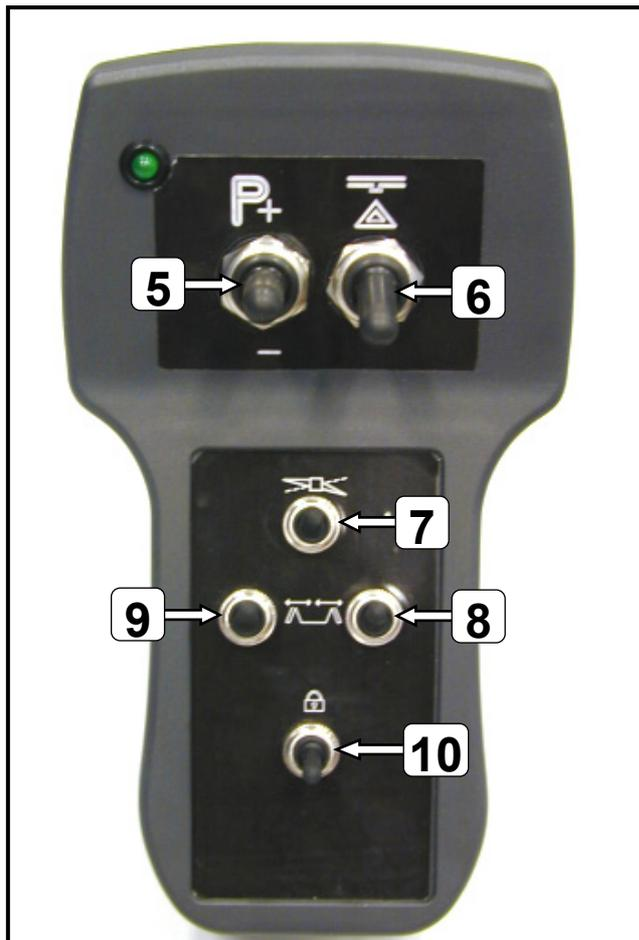
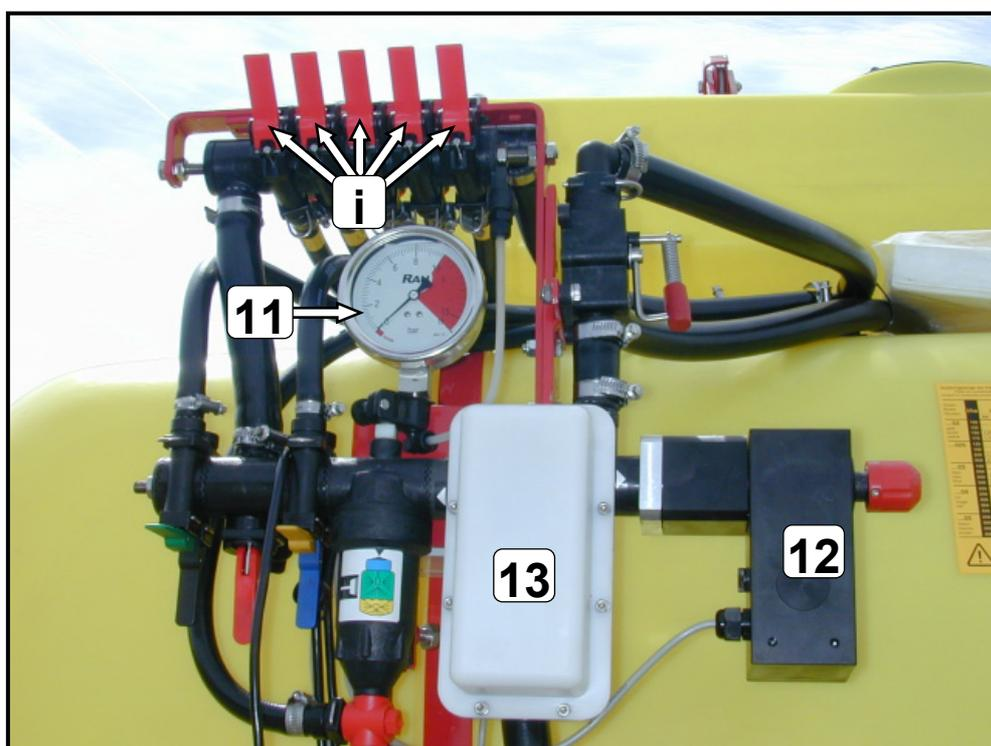

Рис. 3
Рис. 4
С пульта управления ЕС (рис. 3) можно дистанционно управлять следующими функциями опрыскивания:
Когда работает выключатель (6) (рис. 3), при помощи главного клапана (13) (рис. 4) обеспечивается поступление или непоступление жидкости на участки.
На участки, открытые при помощи соответствующих клапанов (i), поступает распыляемая жидкость (рис. 4).
При воздействии нажатием на переключатель (5) (рис.3) двигатель системы регулирования давления (12) (рис.4) будет работать (для повышения давления (+) или для его снижения (-) в течение времени нажатия на соответствующий переключатель (4).
Действительное давление распыления показано на манометре (11) распылителя (рис. 4).
Нижний диапазон функционального блока включает переключатели (7 – 10) для реализации функции гидравлики штанги опрыскивателя (рис. 3).
- Все гидравлические функции будут выбираться с помощью соответствующих клавишных переключателей на пульте управления (поле переключателей (переключатели 7 – 10, рис. 3) и выполняться с помощью органов управления двойного действия трактора.